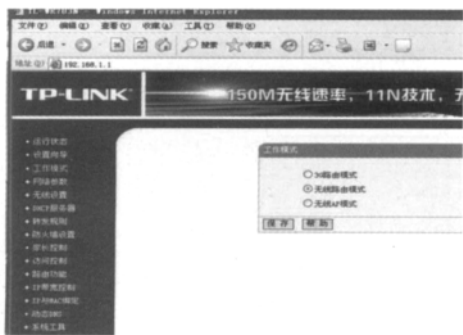

图 4
(1) 选择工作模式:这个无线路由有多种工作模式,需选择路由模式,保存(见图4)。
(2) WAN口设置如下:选择动态IP,保